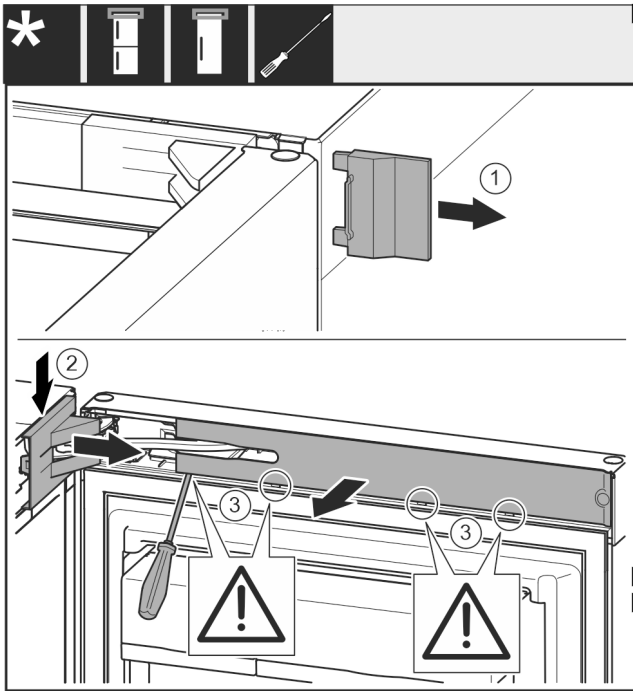

Fig. 8
- ▶ Retirer le cache Fig. 8 (1).
- ▶ Dégager et désolidariser le cache du support de palier Fig. 8 (2).
- ▶ Retirer le cache du support de palier Fig. 8 (2).
- ▶ Dégager le cache Fig. 8 (3) au moyen d'un tournevis plat et le faire pivoter sur le côté.